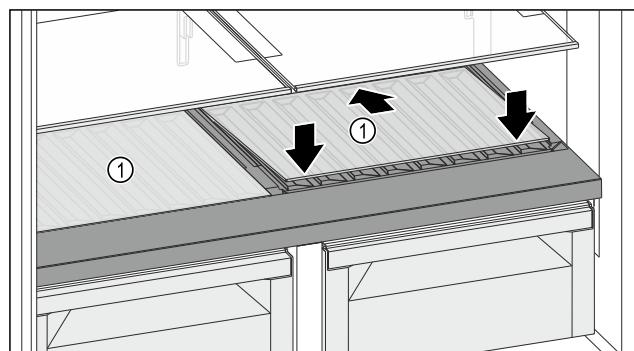

Fig. 122
- ▶ 向后下方倾斜放置玻璃隔板 Fig. 122 (1)。
- ▶ 放低玻璃隔板 Fig. 122 (1) 前部。